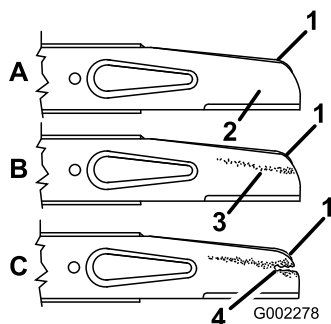

Figura 28
2. Retire el perno de la cuchilla, la arandela de freno, el acelerador y la cuchilla (Figura 28).